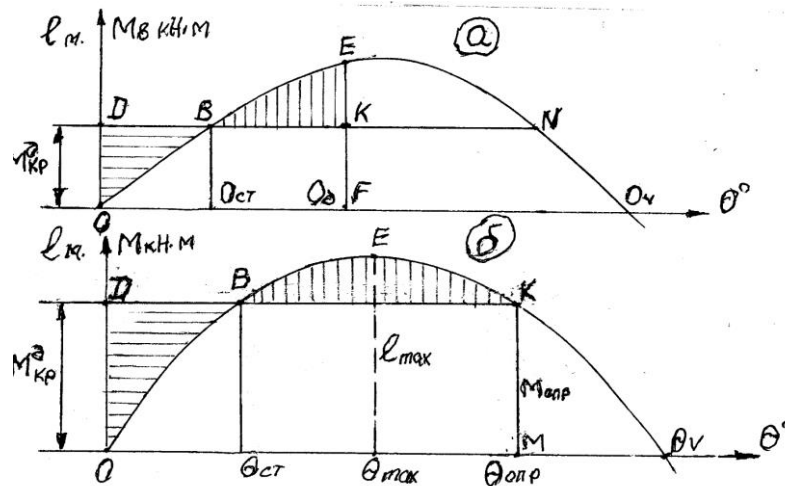

Рис. 5.9. Определение динамических углов крена
Рассмотрим действие на судно динамического кренящего момента $M_{\text{кр}}^{\text{дин}}$ график которого на ДСО изобразится горизонтальной прямой ДН (рис. 5.9, а). На участке ДВ при наклонение $M_{\text{кр}}^{\text{дин}}$ больше $M_{\text{вост}}$ и судно будет крениться дальше с нарастающей угловой скоростью. В точке В $M_{\text{кр}}^{\text{дин}}$ будет равен $M_{\text{вост}}$, но судно по инерции будет крениться дальше с убывающей угловой скоростью пока она не обратится в нуль при некотором угле крена, который называется динамическим углом крена $\theta_{\text{дин}}$. Условием для определения динамического угла крена $\theta_{\text{дин}}$ является равенство работ $M_{\text{кр}}^{\text{дин}}$ и $M_{\text{вост}}$, изображённых на рисунке 5.9 а площадью фигуры **ОДВКФ** ($A_{\text{кр}}^{\text{дин}}$) и фигуры **ОВЕКФ** ($A_{\text{вост}}$) соответственно. Таким образом, определение динамического угла крена $\theta_{\text{дин}}$ от $M_{\text{кр}}^{\text{дин}}$ сводится к подбору положения вертикали **ЕФ**, обеспечивающей равенство площадей **ОВЕКФ** и **ОДВКФ**, то есть работ $A_{\text{вост}}$ и $A_{\text{кр}}$. Площадь сектора **ЕНК** является запасом динамической остойчивости судна.
2. **Вторая задача** (обратная) состоит в определении величины $M_{\text{кр}}^{\text{дин}}$, вызвавшее наклонение судна на угол крена $\theta_{\text{дин}}$. Она решается при заданном положении вертикальной прямой **ЕФ** подбором положения горизонтальной прямой ДН, обеспечивающий равенство заштрихованных площадей **ОДВ** и **ВКЕ** и общей площади **ОВКФ**. Ордината этой прямой **ОД** равна $M_{\text{кр}}^{\text{дин}}$ (рис. 5.9, а).
3. **Третья задача** это определение наибольшего $M_{\text{кр}}^{\text{дин}}$, который судно может выдержать не опрокидываясь. Этот момент называется **опрокидывающим** $M_{\text{опр}}$. Вычисление его сводится к определению такого положения горизонтальной прямой ДК при которой площади сектора **ОДВ** и сегмента **ВЕК** равны, а площадь фигуры **ОВКМ** – общая. Величина отрезка **ОД** на оси ординат в масштабе моментов определит величину опрокидывающего момента $M_{\text{опр}}$. Угол крена, ограниченный вертикальной прямой **КМ** называется **углом опрокидывания** $\theta_{\text{опр}}$, так как его увеличение приведет к опрокидыванию судна (рис. 5.9, б.)